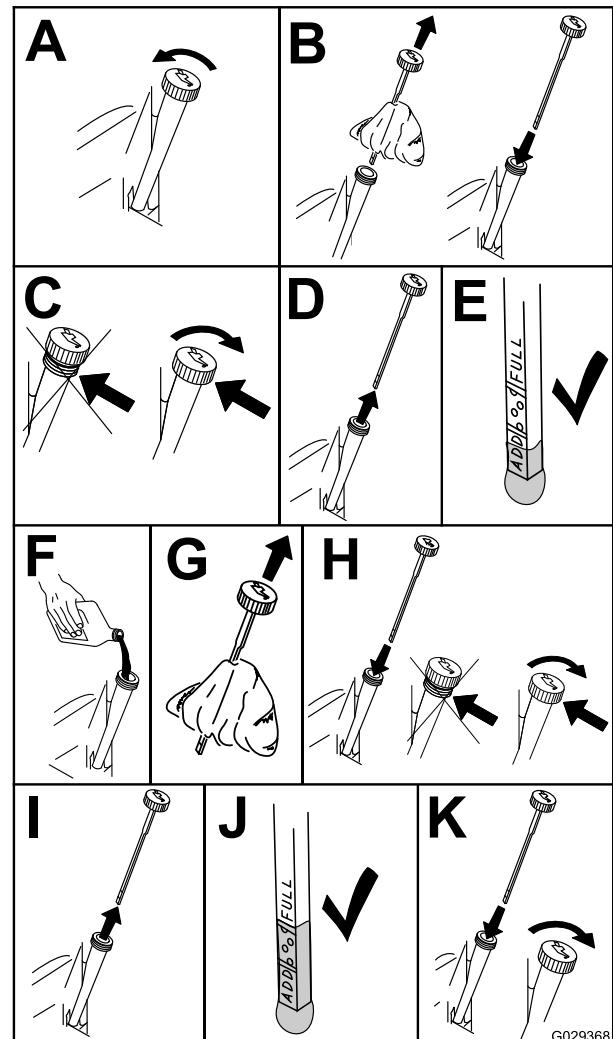

Bild 43
3. Reinigen Sie den Bereich um den Ölfüllstutzendeckel bzw. den Ölpeilstab vor dem Abnehmen, damit kein Schmutz oder Schnittgut usw. in den Motor gelangt (Bild 43).